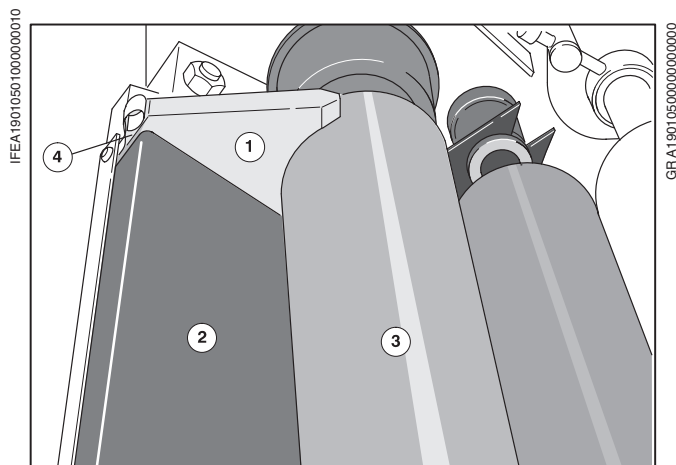

Рис. 3 Монтаж щечек красочного ящика
Перед установкой: почистить щечки красочного ящика (Рис. 3/①), красочный нож (Рис. 3/②) и дуктор (Рис. 3/③).
- ① Щечки красочного ящика (Рис. 3/①) вставить в паз рядом с красочным ножом (Рис. 3/②) на стороне привода и стороне обслуживания.
- ② Красочный ящик откинуть вверх, проложить запоры и затянуть винты с накаткой с обеих сторон.